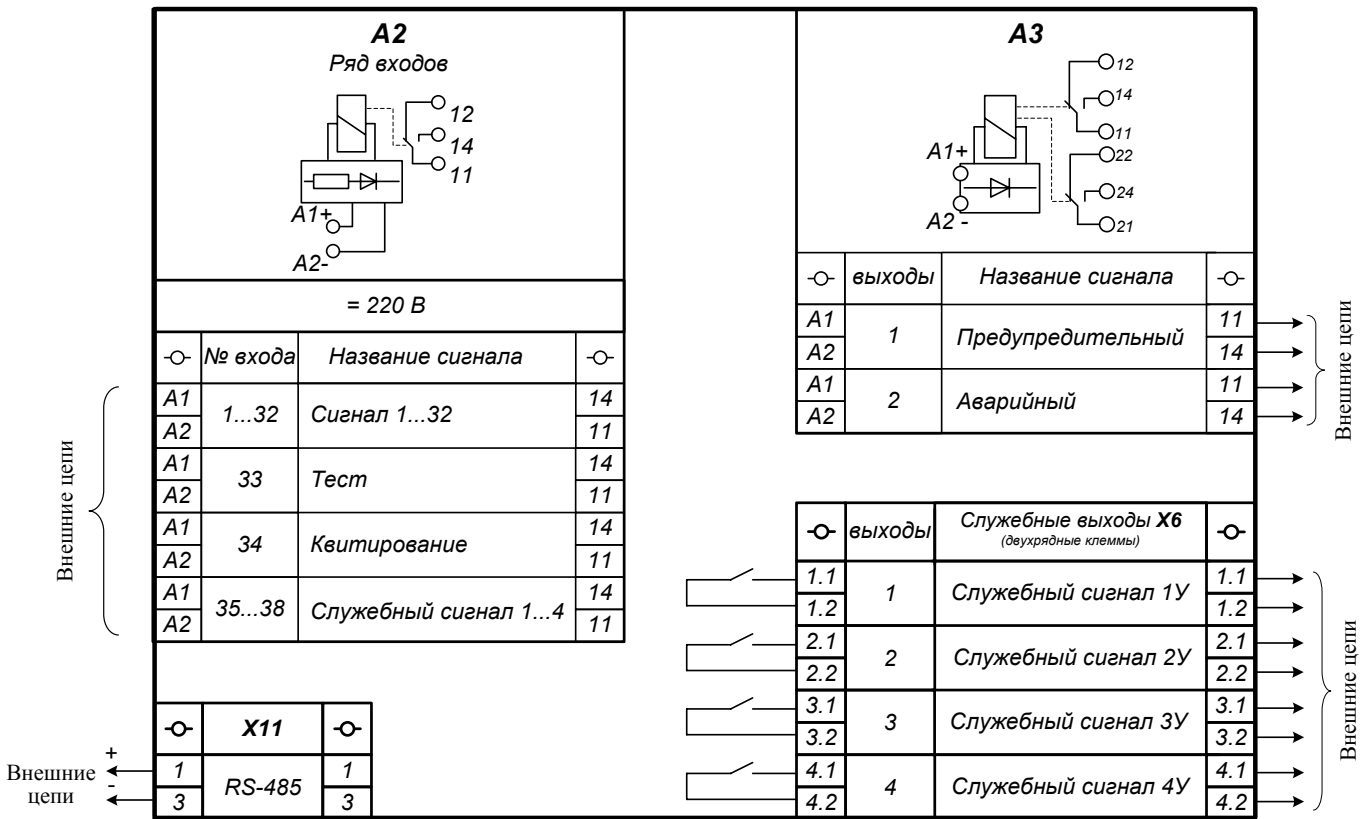

Рис. 5. Схема внешних подключений устройства
5.2. Подключение устройства к сети для решения задач АСУ осуществляется по последовательному изолированному каналу RS-485 с помощью соединения «под винт» (рис. 5, клеммный ряд X11).